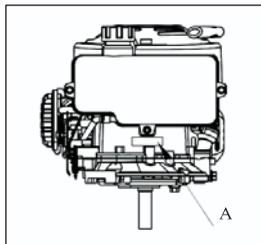

Fig. 15
13.1 POSIZIONE DEL NUMERO DI SERIE (vedi Fig. 15)